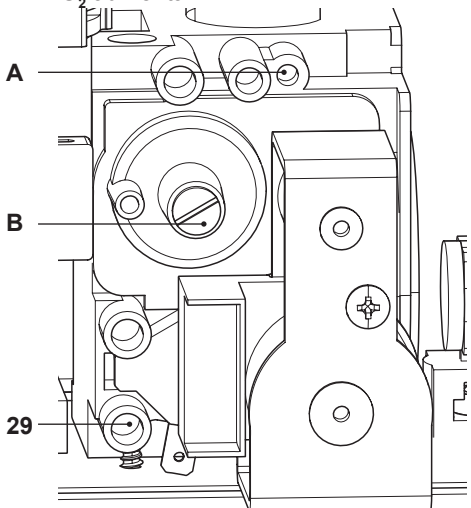

Figura 7.8
- A caldaia spenta (fuori servizio), controllare la pressione di alimentazione utilizzando la presa 29 in Figura 7.8 e confrontare il valore letto con quelli riportati nella tabella Pressioni di alimentazione gas nella sezione "Dati tecnici M270V.2530 SM" a pag. 22.
- Richiudere bene la presa di pressione 29 in Figura 7.8.
- Per tarare il  $\text{CO}_2$  della caldaia (pressione del gas al bruciatore) svitare completamente il tappo in ottone di protezione **B** e agire sulla vite a brugola  $\varnothing$  4 mm sottostante Figura 7.8, girando in senso orario il  $\text{CO}_2$  aumenta.
- Se i due dati non coincidono agire sulla vite regolazione massimo RQ (**A** in Figura 7.8) della valvola gas e tarare il **CO2** allo stesso valore riportato nella sezione "Dati tecnici M270V.2530 SM" a pag. 22. Girando in senso orario il **CO2** diminuisce.